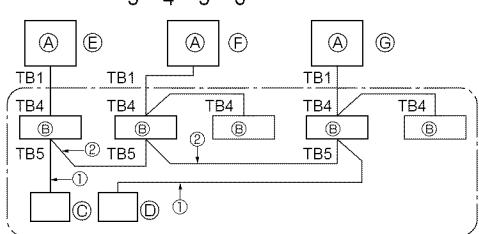

Fig. 9-1
① Fuente de alimentación (disyuntor).
② Despues de cerrar la válvula de gas, sitúe el interruptor SWP del cuadro de control de la unidad exterior en posición ON. El compresor (unidad exterior) y los ventiladores (unidad interior y exterior) se ponen en marcha y empieza e proceso de recuperación del refrigerante. Los indicadores LED1 y LED2 del cuadro de control de la unidad exterior están encendidos.
③ Dado que la unidad se para automáticamente al cabo de dos o tres minutos después de terminar el proceso de recuperación del refrigerante (LED1 y LED2 están encendidos), asegúrese de cerrar rápidamente la válvula de parada de gas. Cuando los indicadores LED1 y LED2 estén encendidos y la unidad exterior esté parada, abra completamente la válvula de parada de líquido y repita el paso ② al cabo de tres minutos.
④ Corte la corriente (disyuntor).
9. System control (Fig. 9-1)